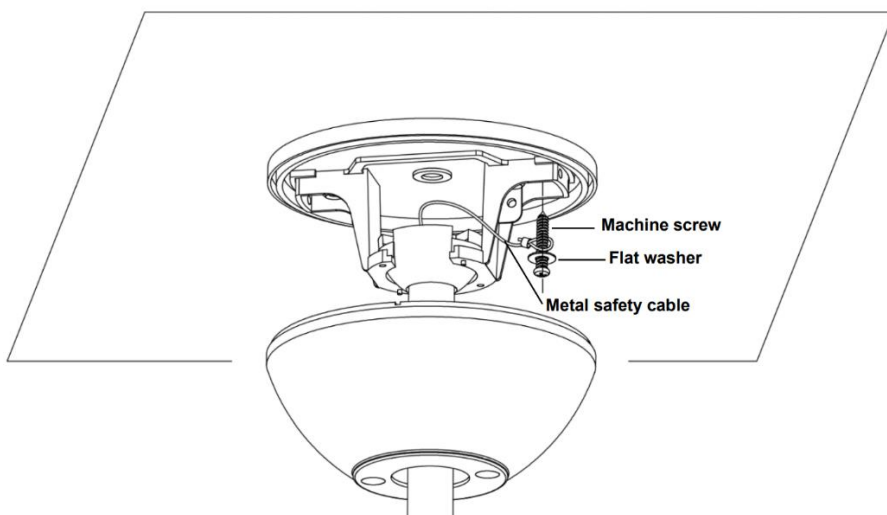

Fig. 10
7. Instale el cable metálico de seguridad en las vigas de la estructura de la casa utilizando los tornillos de máquina y la arandela plana que se suministran, asegúrese de que cuando el cable de seguridad esté completamente extendido los hilos conductores sean más largos que el cable y no se ejerza ninguna tensión sobre los hilos conductores. (Fig. 10)